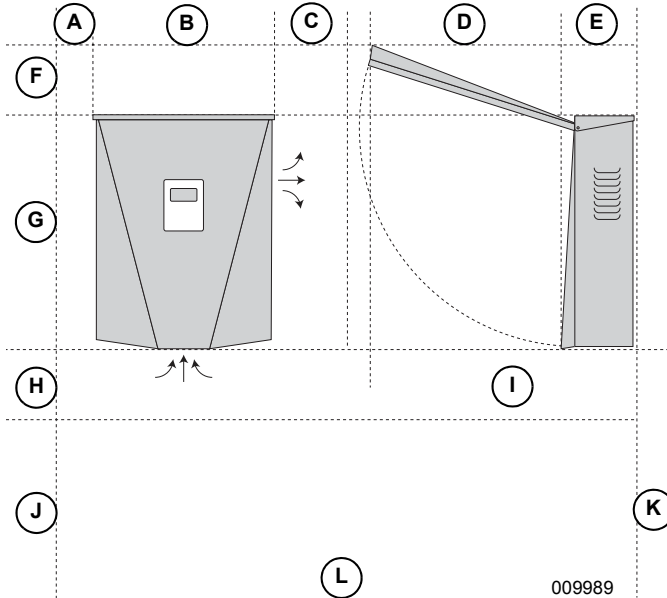

Figure 4-1. Dégagements de montage
- Voir **Figure 4-1**. Respecter tous les dégagements de montage.